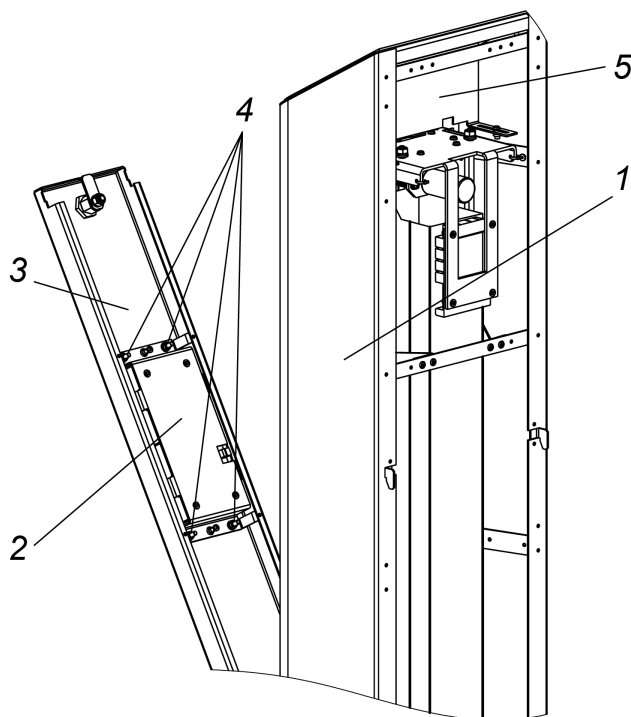

Рисунок 21. Блок постоянной индикации бокового модуля с картоприемником
1. Снимите кронштейн для считывателя (5, рис. 21), для чего открутите 2 винта.